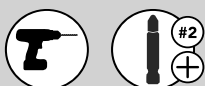

FIG. 6
Tenga cuidado de no perforar la parte frontal del cajón. Fijela al marco de madera utilizando las ranuras de la parte superior de la caja del cajón con (2) tornillos Phillips de cabeza plana #6 x 1-1/8". No apriete los tornillos completamente. Deslice la parte frontal del cajón de izquierda a derecha hasta que el espacio y las superposiciones sean correctos, luego apriete completamente los tornillos Phillips de cabeza plana #6 x 1-1/8" (ver Fig. 6).
Ne serrez pas complètement les vis. Faites glisser l'avant du tiroir de gauche à droite jusqu'à ce que l'espacement et les recouvrements soient corrects, puis serrez complètement les vis cruciformes #6 x 1-1/8 po (voir Fig. 6).